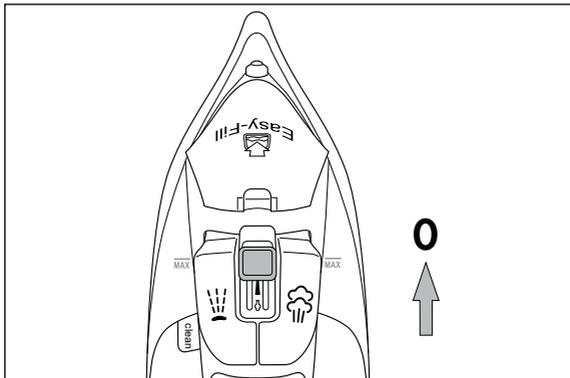

Fig. 2
- 1) Asegúrese de que el regulador de vapor **3** esté en la posición **0** (consulte la fig. 2).
❶ **¡ATENCIÓN!**
- 1) Desplace el regulador de vapor ❸ totalmente hacia arriba hasta alcanzar la posición 0 (sin vapor) (consulte la fig. 2).
- 2) Deje que se caliente la plancha de vapor hasta que el led indicador de calor ❸ se ilumine de forma continua.